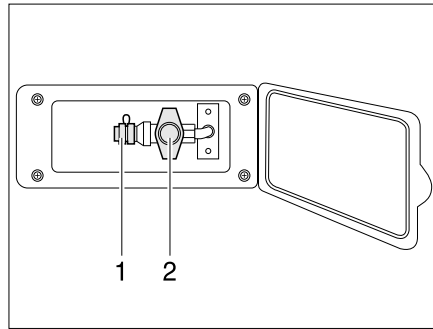

Bild 104 Externer Gasanschluss, Gasabsperrventil geschlossen
Der externe Gasanschluss (Bild 104) befindet sich je nach Modell am Heck oder auf der linken bzw. rechten Fahrzeugseite.
- Externes Gasgerät an der Anschluss-Stelle (Bild 104,1) anschließen.
- Das Gasabsperrventil (Bild 104,2) öffnen.